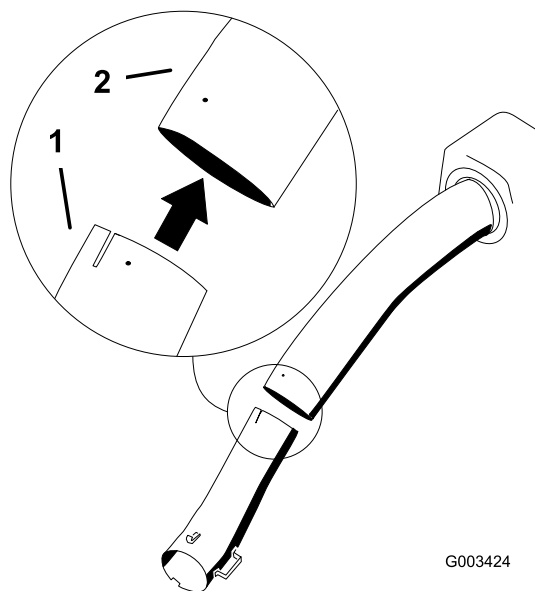

Figura 34
5. Instale o tubo inferior no tubo superior (Figura 34).